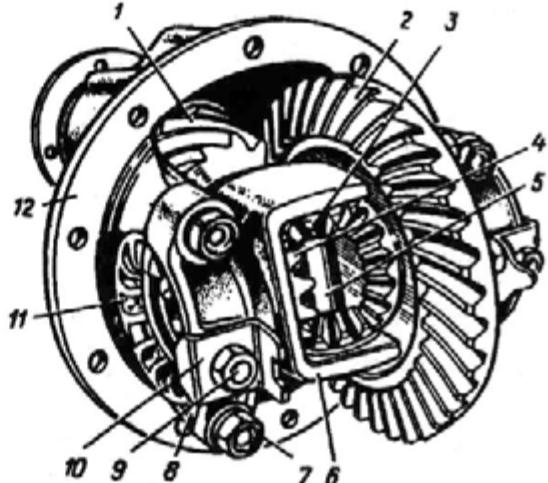

Рис. 139. Редуктор заднего моста в сборе:
1. Отверните болты 7 (рис. 139) и снимите стопоры 10 регулировочных гаек подшипников дифференциала. Пометьте крышки 8 подшипников коробки дифференциала, если они не помечены. Отверните болты 7, крепящие крышки подшипников дифференциала, и снимите
4. Выбейте с помощью резинового или деревянного молотка ведущую шестерню 1 (рис. 139) с внутренним кольцом заднего подшипника, с распорной втулкой и регулировочными прокладками, поддерживая при этом рукой шестернию за ее головку.